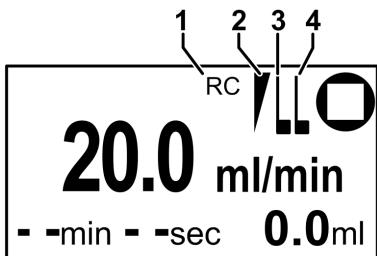

Fig. 59: Affichage principal RC
L'activation du contrôle externe est affichée avec le symbole « RC » (1) sur l'affichage principal de l'afficheur (voir Fig. 59). De même, en fonction des entrées activées, les symboles pour l'entrée analogique (2), l'entrée numérique 1 (3) et l'entrée numérique 2 (4) sont affichés.